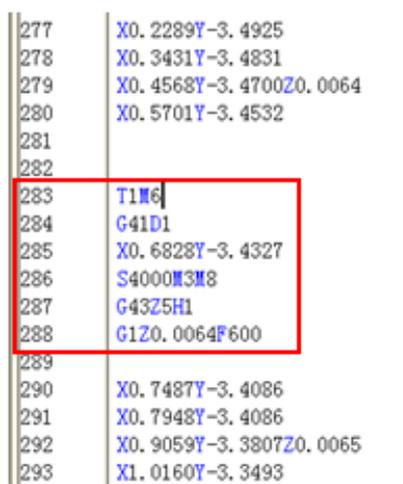

图5
如图 5，从 282 行到 288 行为加入模态时手动添加的程序，将这些程序加到原路径 284 的前三行即 281 行的位置（可参照图 3 中的原路径）。
4. 根据计算模态显示的刀具号，将当前刀号写进程序中，即 TIM6，由于程序中有半径补偿，所以需要在加工前将半径补偿加进去，这样将不会出现过切的情况，可以把记录行前三行处的 XY 坐标值记录下来，并根据模态显示信息在该行的上一行写入 G41D1，（如图 5）这样可以让主轴在安全位置定位到下刀点的正上方。
5. 打转速并把冷却开启。（如图 5）